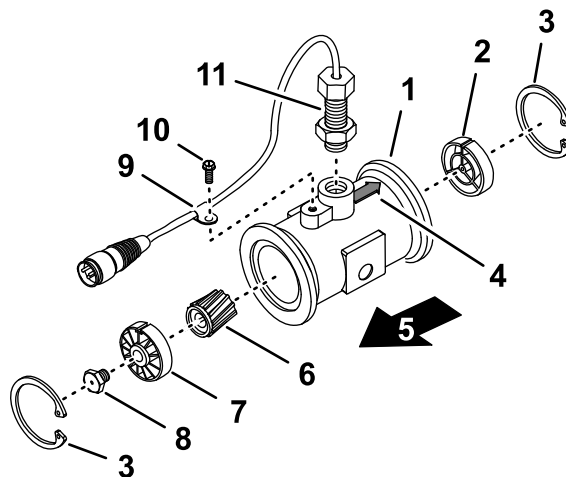

Figure 116
3. Retirez le circlip en amont (Figure 116).